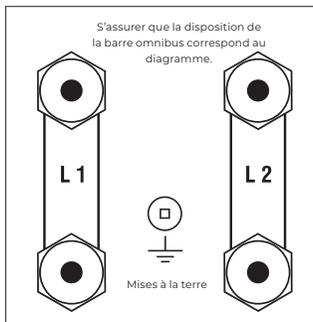

Figure 2 – Éléments en parallèle
3. Des mises à la terre sont requises pour les radiateurs utilisant un voltage de 120 V et plus, comme illustré aux Figures 2 et 3, page 18.
4. Deux ou quatre bornes peuvent être requises dans la boîte de jonction, selon le nombre d'éléments utilisés dans la fabrication du radiateur. Tous les modèles MDUMKII intègrent un seul élément et, par conséquent, ne contiennent que deux bornes. Les procédés de branchement pour les différentes combinaisons sont illustrés dans les Figures 2 et 3, page 16.